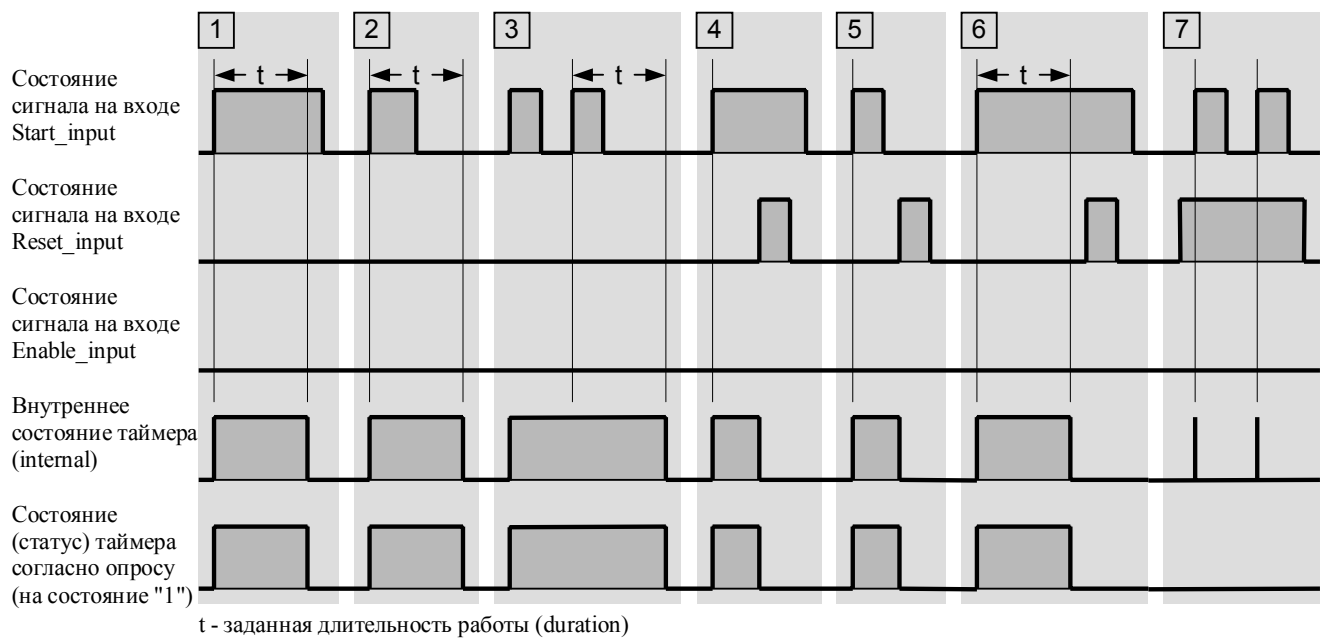

Рис. 7.5 Отклик таймера в режиме "расширенного импульса" (Extended pulse timer) на сигналы запуска и сброса
Показанное на рис. 7.5 поведение таймера будет соответствовать действительности, если Вы будете придерживаться рекомендованной выше последовательности операторов для STL (сначала запуск, затем сброс, затем опрос таймера). Обычно операция разблокирования (Enabling a timer) не требуется для работы таймера в программе STL, и для программы на SCL она также не является необходимой.
Операция сброса таймера с режимом "расширенного импульса" (Extended pulse timer) имеет статический эффект и имеет приоритет перед запуском таймера (см. рис. 7.5).
- 7 Если сигнал на входе Start_input изменяет свое состояние с "0" на "1" (присутствует положительный фронт сигнала), в то время, как на входе Reset_input присутствует состояние "1", то таймер запускается, но последующая инструкция сброса немедленно его сбрасывает (на рис. 7.5 это показано жирной вертикальной чертой). Если проверки (опросы) таймера на состояние "1" (timer status) следуют по времени после сброса таймера, то короткое время работы таймера после его запуска не скажется на результатах проверки - результат проверки будет равен "0".